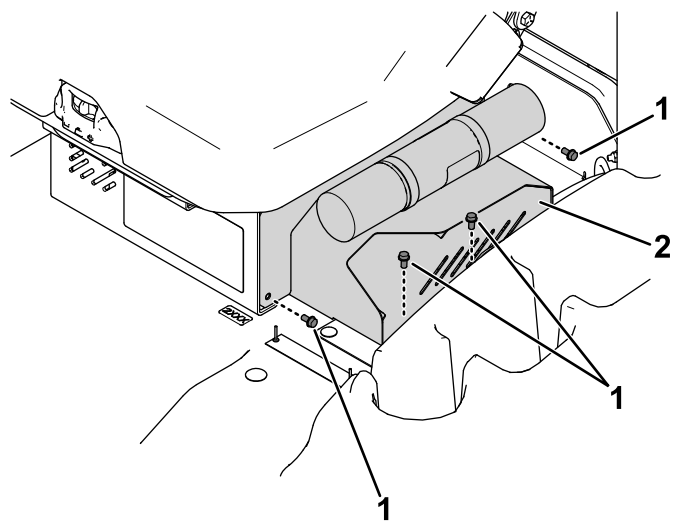

Figura 14
2. Retire la tapa del cable del cargador (Figura 14).
3. Instale la tapa del cable del cargador (Figura 14).